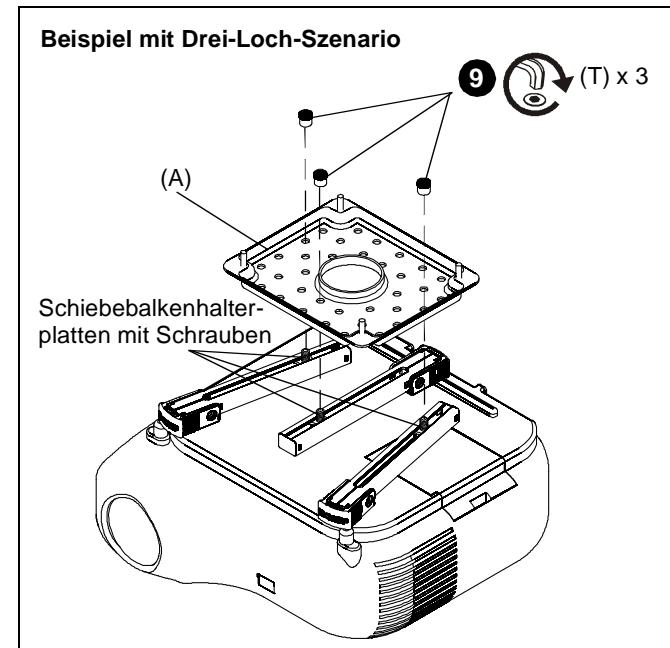
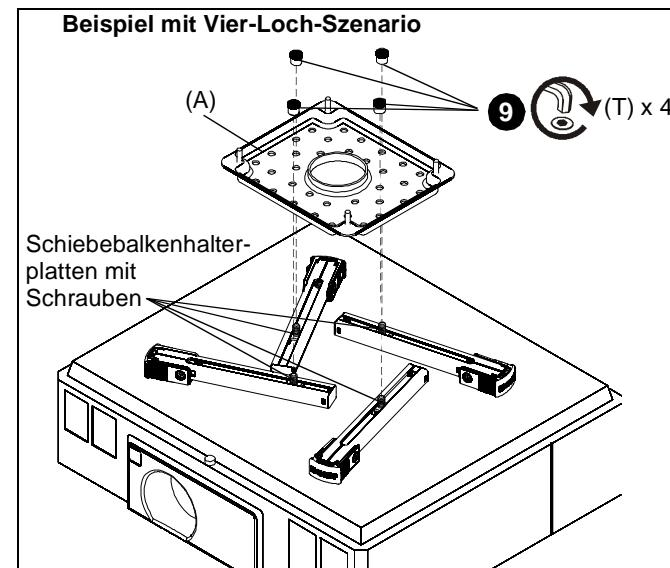

Abb. 6
Abb. 7
- Richten Sie die Beine so aus, dass die Schiebebalkenhalterplatten mit den Schrauben zur Mitte des Projektors zeigen. (See Figure 6) und (See Figure 7)
- Positionieren Sie die Schiebebalkenhalterplatten mit den Schrauben so, dass die SLBU- oder SLMU-Hauptplatte (A) in ebener Lage auf die Beine montiert werden kann. (See Figure 6) und (See Figure 7)
- Befestigen Sie die Inbusmuttern (T) mit einem 1/4"-Inbusschlüssel (U) an die Schrauben auf den Schiebebalkenhalterungen. (See Figure 6) und (See Figure 7)